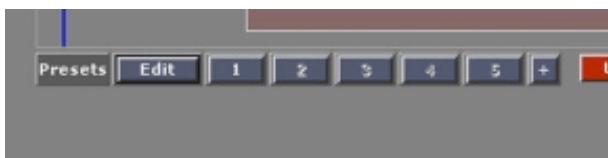

Imagen 6-16
1. Haga clic en uno de los cinco botones enumerados en la pantalla de configuración del sistema. (imagen 6-16)